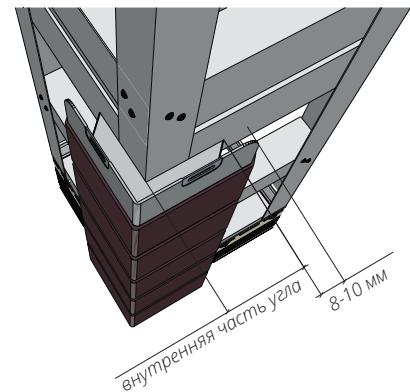

Рисунок 90
- 17.3** Фактурные углы можно монтировать как до, так и после монтажа фасадных панелей. Чтобы определить, на каком расстоянии от края обрешетки будет монтироваться подрезанная панель с левой и правой стороны стены, приложите и разметьте, где будет находиться внутренняя часть угла (Рис. 90). К этому расстоянию прибавьте зазор 8-10 мм на тепловое расширение панели.